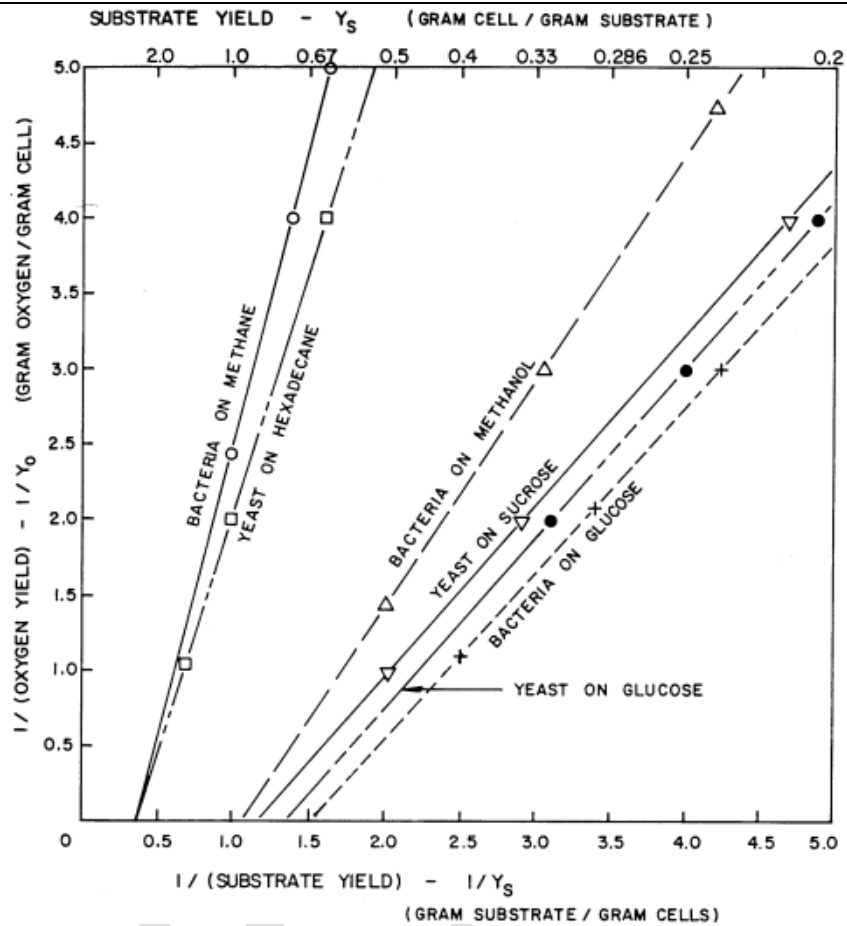

Figura 1. Relación entre los rendimientos de sustrato y oxígeno de distintas cepas en diferentes sustratos.
2. Para encontrar los valores de Y_o , debe determinarse primero el valor de Y_s (rendimiento de biomasa por unidad de sustrato consumido), apoyándose en la figura 1.
3. La concentración de oxígeno disuelto (C) se determina por interpolación, considerando la concentración de oxígeno al 100% como $0.19\ mmol\ O_2\ L^{-1}$ a $35^\circ C$ y $pH=6$